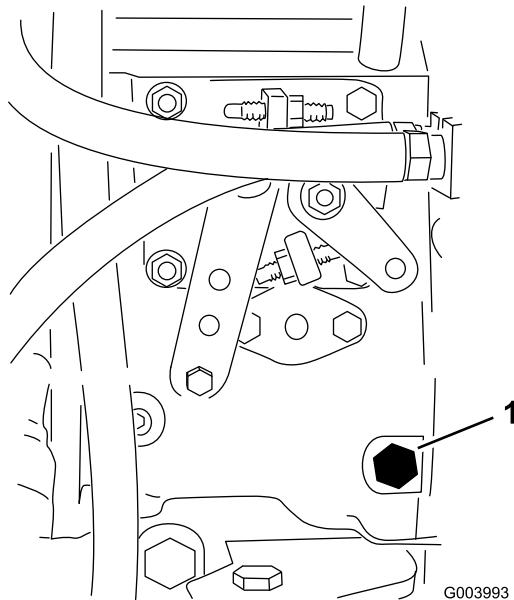

Bild 38
3. Öffnen Sie die Entlüftungsschraube an der Kraftstoffeinspritzpumpe (Bild 38) mit einem 12 mm Schraubenschlüssel.